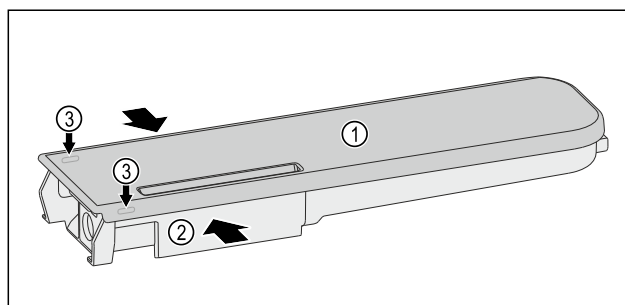

Fig. 152
- ▶ Comprimer il serbatoio dell'acqua Fig. 152 (2) e fare leva con attenzione sul coperchio Fig. 152 (1) sollevandolo dai naselli di arresto Fig. 152 (3).
- ▶ Spostare leggermente avanti e indietro il coperchio Fig. 152 (1) e rimuoverlo verso l'alto.